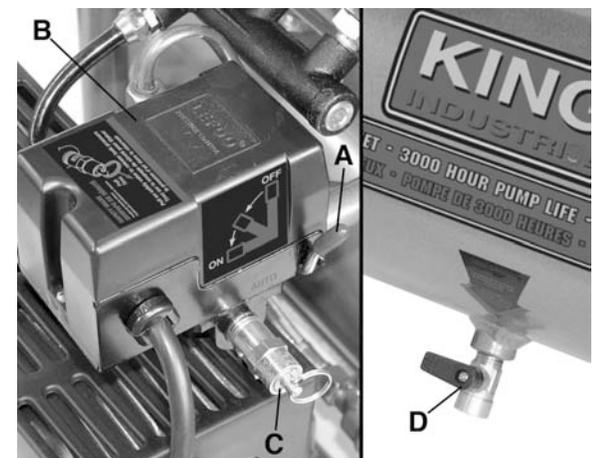

FIGURE 6
INTERRUPTEUR ON/AUTO-OFF (A) FIG.6 : Mettez cet interrupteur à ON pour alimenter le manostat automatique et à OFF pour mettre hors tension à la fin de chaque utilisation.
MANOSTAT (B) FIG.6 : Le manostat met automatiquement le moteur en marche lorsque la pression de réservoir chute sous la pression d'"enclenchement" établi en usine. Il arrête le moteur lorsque la pression du réservoir atteint la pression de "déclenchement" établi en usine.
SOUPAPE DE SÛRETÉ ASME (C) FIG.6 : Si le manostat ne met pas le compresseur à l'arrêt à son réglage de pression de déclenchement, la soupape de sûreté protégera contre la haute pression en "sortant" à sa pression réglée en usine (légèrement plus élevée que le réglage de déclenchement du manostat).
SOUPAPE DE VIDANGER (D) FIG.6 : La soupape de vidanger est située à la base de réservoir et sert à vider la condensation au terme de chaque usage. Tournez la soupape dans le sens antihoraire pour l'ouvrir (aucune accumulation de pression dans le réservoir). Tournez la soupape dans le sens horaire pour la fermer (accumulation de pression dans le réservoir).
4. Tirez l'anneau de la soupape de sûreté (C) Fig.6, en laissant l'air se vider du réservoir jusqu'à ce que la pression du réservoir soit environ 20lb/po². Relâchez l'anneau de la soupape de sûreté.
5. Écoulez l'eau du réservoir d'air. Tournez la soupape de vidanger (D) Fig.6, dans le sens anti-horaire pour l'ouvrir.
REMARQUE: Si la soupape de vidange est colmatée, tirez l'anneau de la soupape de sûreté (C) Fig.6, et tenez jusqu'à ce que toute la pression d'air ait été relâchée. La soupape peut alors être retirée, nettoyée et remise en place.